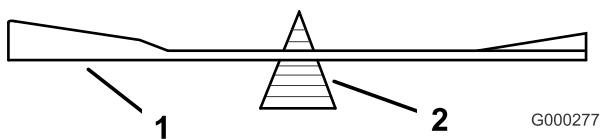
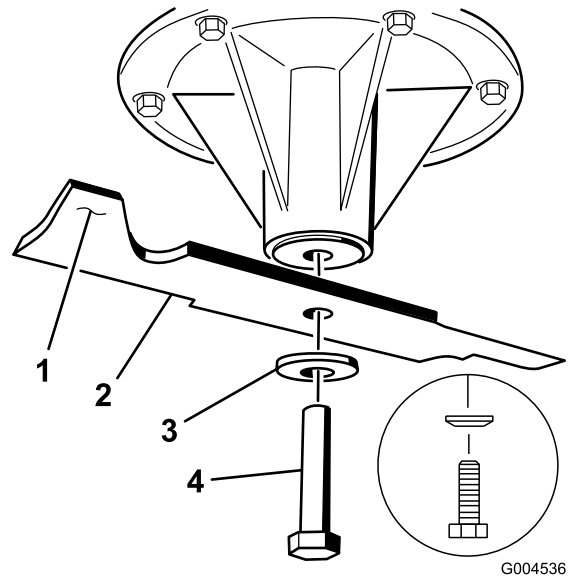

Figura 90
Figura 91
2. Retire a cavilha da lâmina, a anilha curva, e a lâmina do eixo (Figura 91).
2. Verifique o equilíbrio da lâmina colocando-a num equilibrador de lâminas (Figura 90). Se a lâmina ficar na horizontal é porque está equilibrada e pode ser utilizada. Se a lâmina não estiver equilibrada, lime algum metal da extremidade da aba apenas (Figura 91). Repita este procedimento até a lâmina estar equilibrada.
1. Instale a lâmina no eixo (Figura 91).
2. Instale a anilha curva e o parafuso da lâmina. O cone da anilha curva deve ser montado virado para a cabeça do parafuso (Figura 91). Aperte o parafuso da lâmina com 115–150 N-m.